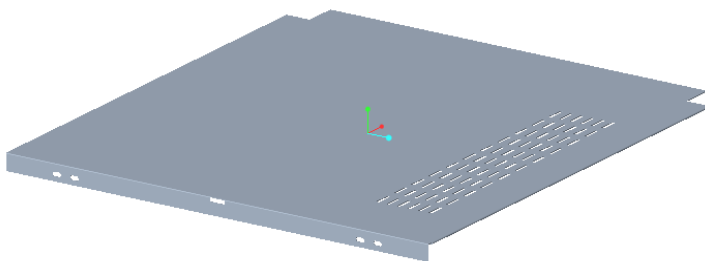

图 6-19 完成切长方形的小口
(5) 在“拉伸”选项卡中单击 (完成) 按钮。切除出该小口的钣金件如图 6-19 所示。